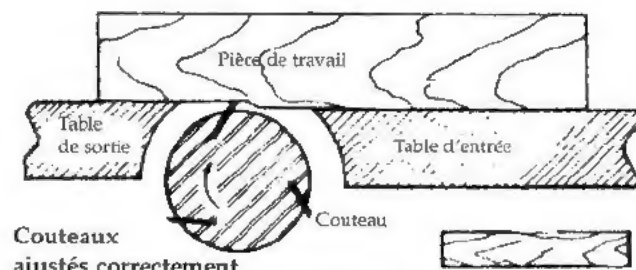

FIGURE 29
10. Comme vérification finale, alimentez une pièce de travail lentement sur la tête de coupe d'une distance de 6" à 8". La pièce de travail devrait être à plat sur les deux tables tel qu'illustré à la Fig. 29, sans espaces sous la coupe.